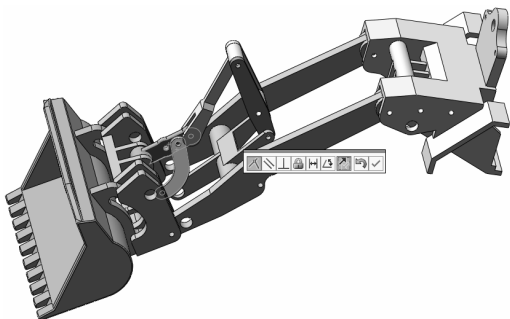
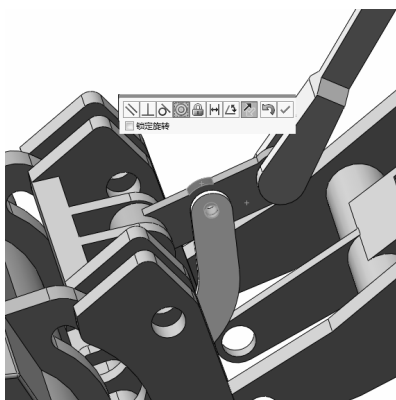
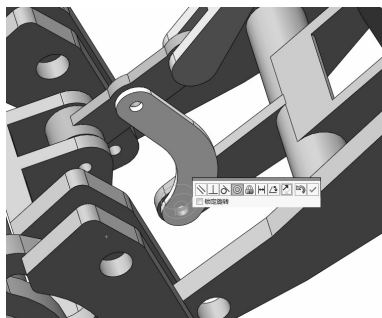

图 13-104 “重合”关系 5
图 13-105 “同轴心”关系 6
图 13-106 “同轴心”关系 7
13) 添加装配关系。选择菜单栏中的“插入”→“配合”命令，或单击“装配体”控制面板中的（配合）按钮，系统弹出“配合”属性管理器。选择图 13-104 所示的配合面，在“配合”属性管理器中单击（重合）按钮。添加“重合”关系，单击（确定）按钮。选择图 13-105 所示的配合面，在“配合”属性管理器中单击（同轴心）按钮，添加“同轴心”关系，单击（确定）按钮。选择图 13-106 所示的配合面，在“配合”属性管理器中单击（同轴心）按钮，添加“同轴心”关系，单击（确定）按钮，拖动零件旋转到适当位置，如图 13-107 所示。